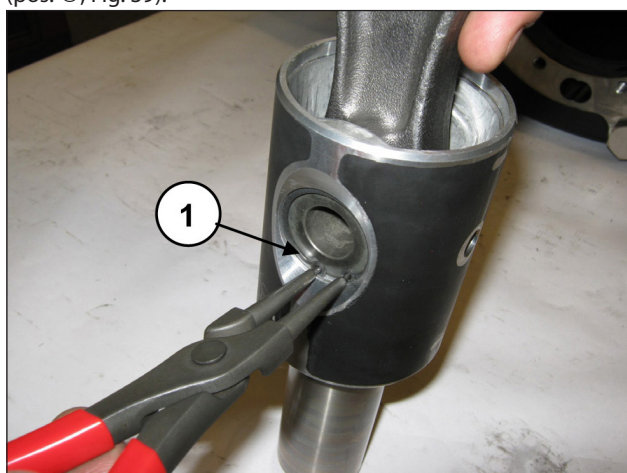

Fig. 39
Desmontar las 2 anillas seeger de bloqueo de la clavija (pos. ①, Fig. 39).
Introducir la biela en la guía del pistón (pos. ①, Fig. 41) y, a continuación, introducir la clavija (pos. ①, Fig. 40). Colocar las dos anillas de tope (pos. ①, Fig. 39).